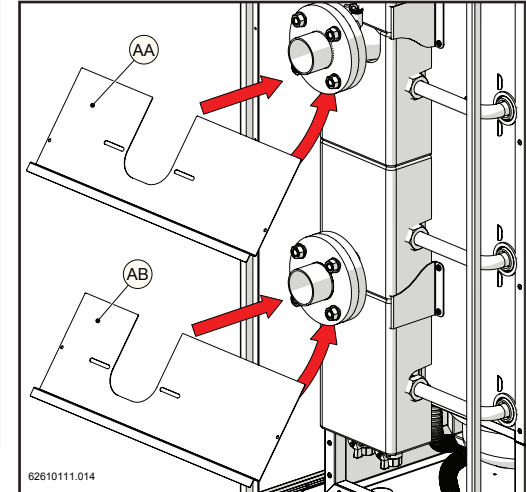
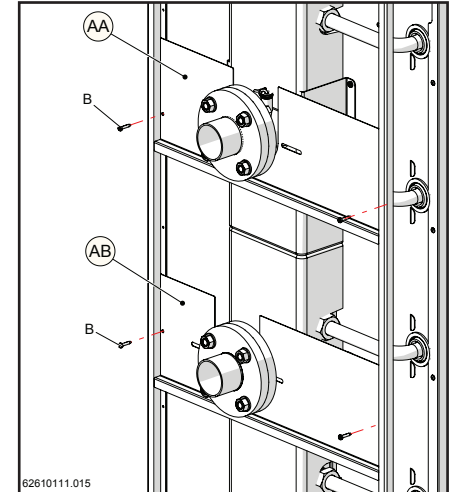
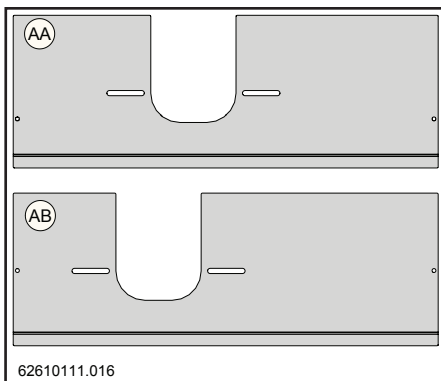

Figure 13-48
Figure 13-49
Figure 13-50
- 9.- Positionner les tôles (AA) et (AB) (figure 13-50) dans le sens indiqué sur la figure 13-48. Les fixer ensuite au châssis de la couverture extérieure avec les vis « B » (figure 13-49).